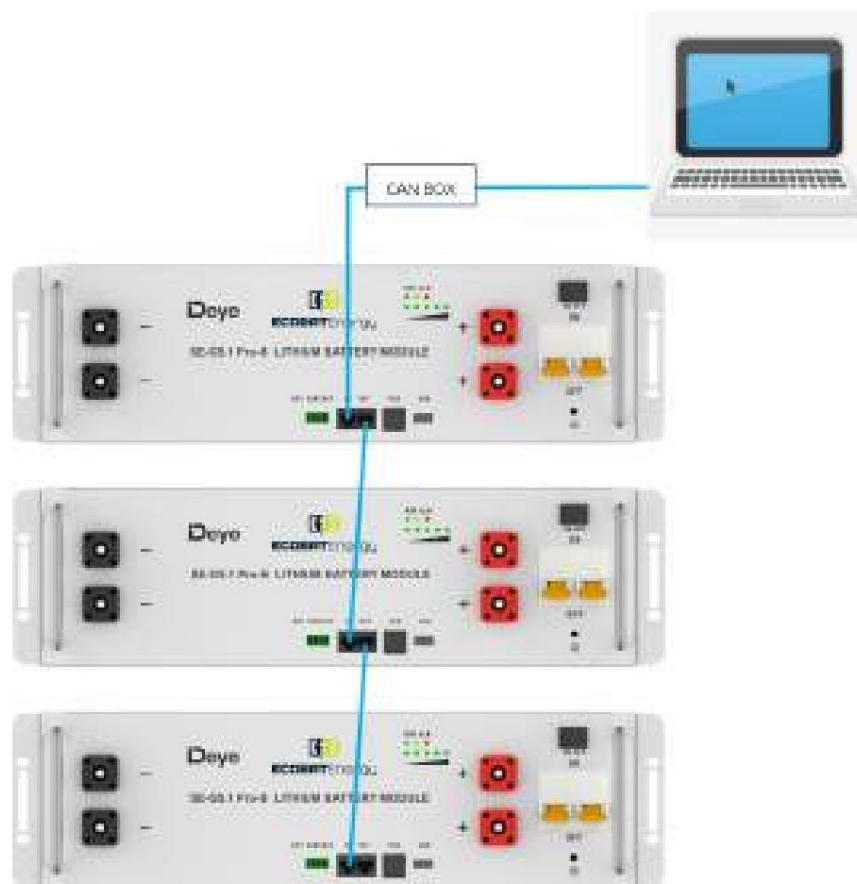

Figura 5-3: Conexiunile cablurilor de comunicație între baterie și computer
- 6) Conexiune la linia de comunicație După cum se arată în Figura 5-3, când monitorizați bateria de către computer, conectați linia de comunicație „USB convert CAN Box” între baterie și computer.